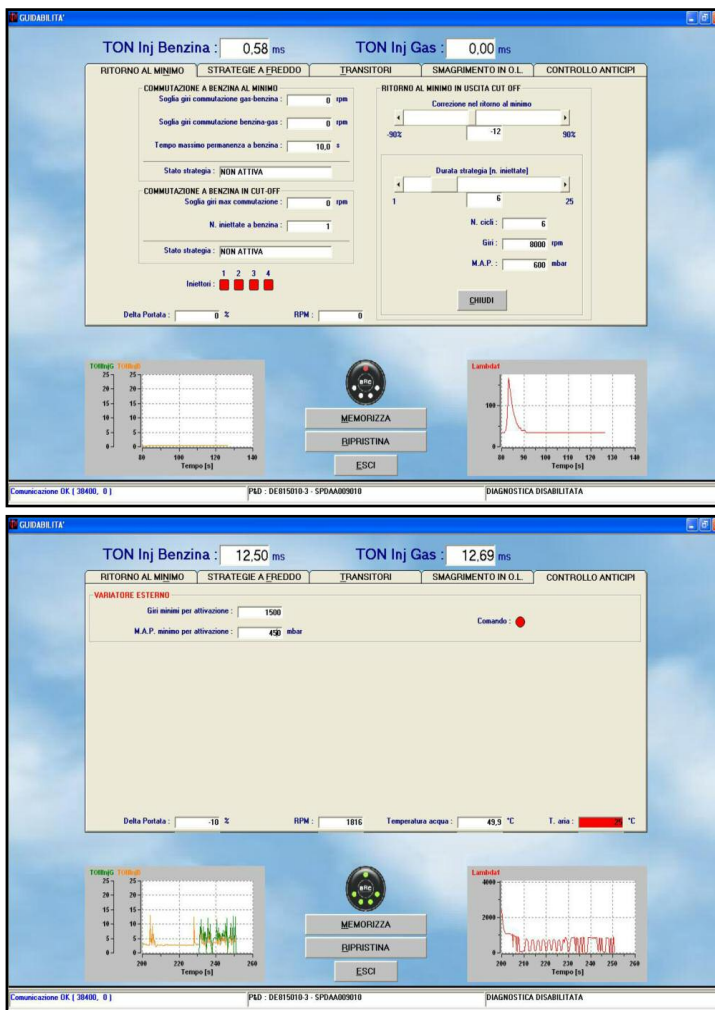

fig. 5-27
Dopo la procedura guidata viene applicato automaticamente un valore pre-calibrato. Premendo il pulsante ALTRO si ha la possibilità di cambiare altri parametri, anche se di solito non dovrebbe essere necessario (vedi fig. 5-27). Vediamoli in dettaglio:
- **Giri:** quando i giri sono inferiori al valore inserito in questa casella la strategia viene attivata. Impostando un valore alto come quello di fig. 5-27 (8000 rpm) la strategia si attiva ad ogni uscita da cut-off.